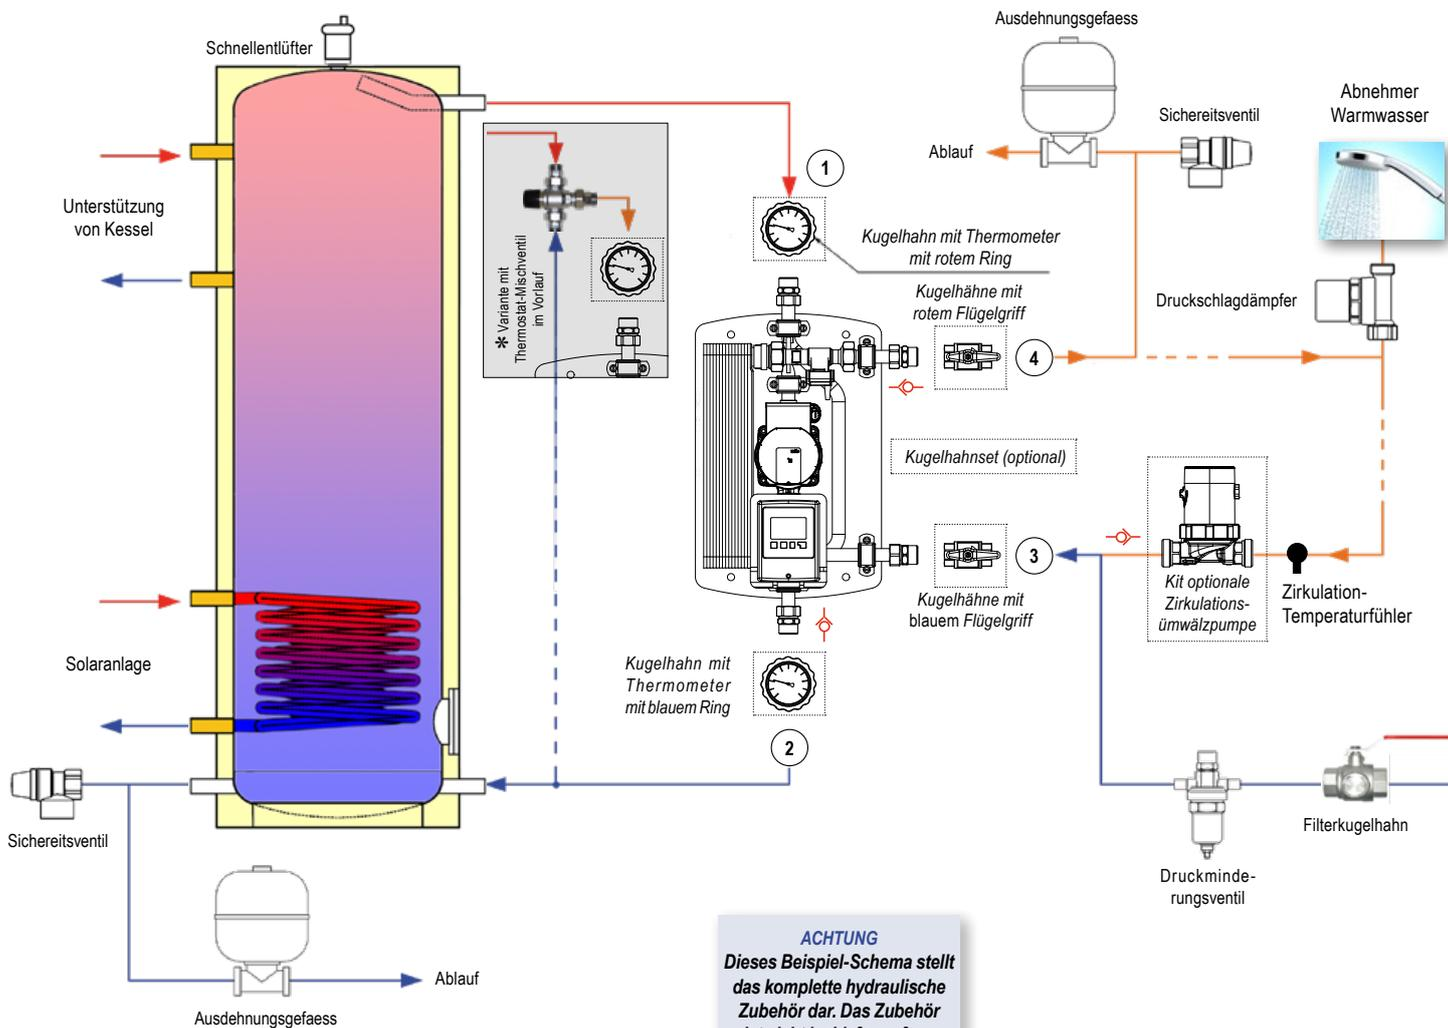

Abb.1: Anlageschema der Frischwasserstation ModvFresh 2
- ✓ Den Ventilatz (optional) montieren laut Darstellung bei Abb. 1;
- ✓ Falls das Zirkulationskit (optional) vorhanden ist, installieren Sie die Umwälzpumpe und positionieren den Zirkulation-Temperaturfühler laut Abbildung 1;
Die Temperatur im Puffer muss mindestens um 5 K höher sein, als die gewünschte Warmwasser-Temperatur der Sanitär Wassers. Höhere Differenz von Temperaturen erlauben die Zapfmenge zu verlängern. Bei hartem Wasser wir empfehlen, auf keinen Fall die Temperatur von 70°C (Vorlauf Puffer) zu uebersteigen, um Kalkstein-Ablagerungen auf der Sekundärseite des Platten-Wärmetauschers zu vermeiden; evetuell ist ein thermostatisches Mischventil einzusetzen (Abb. 1).